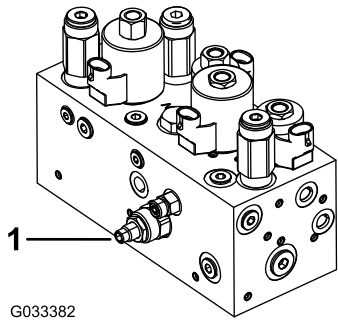

图 48
滚刀组提升/降下线路配备有流量控制阀（图 48）。此阀门在工厂的预设为旋转约 3 圈可以打开，但因液压流体温度和剪草速度等的不同，可能需要进行调节。
- 1. 提起座椅，找到用于中央牵引架的流量控制阀（图 48），其位于液压阀箱一侧。